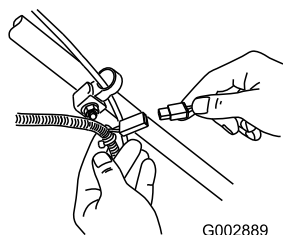

Figura 49
1. Collegate il caricabatterie al cablaggio preassemblato del tosaerba, sotto la chiave di accensione (Figura 49).